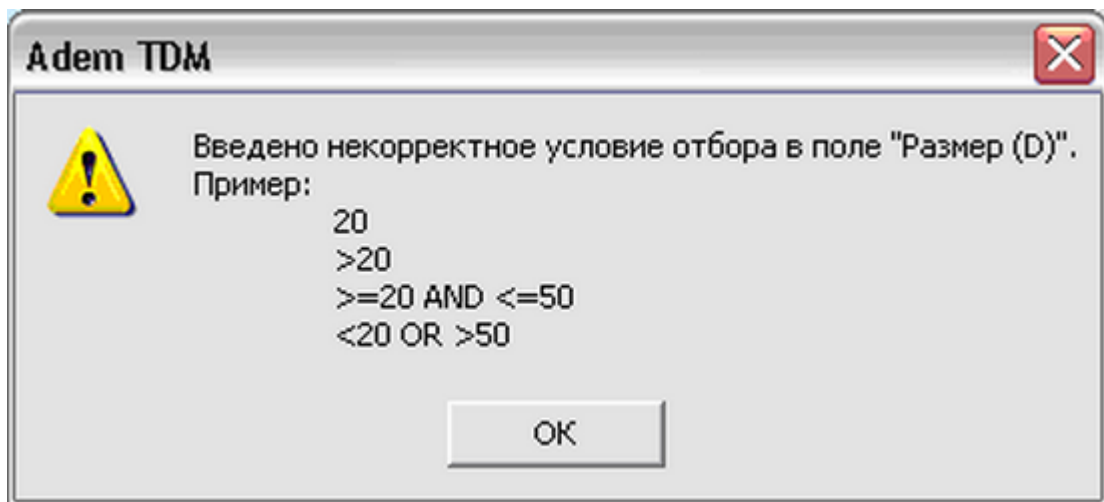

Рис. 166. Окно сообщения.
**Пример:** Необходимо получить сообщение, представленное на Рис. 166.